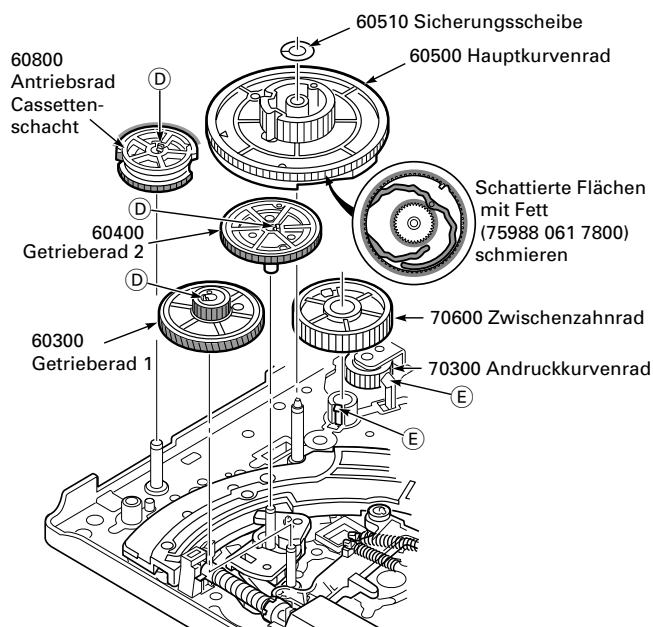
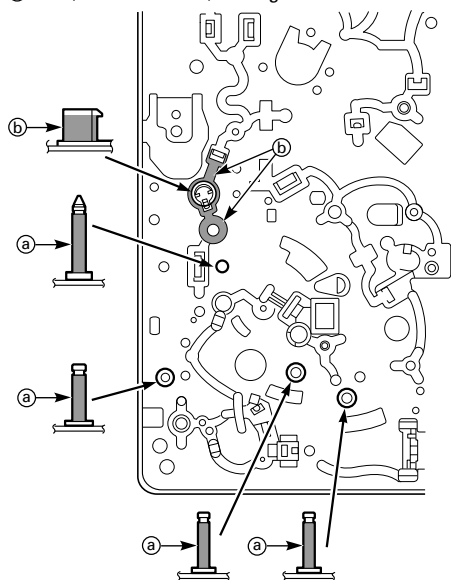

Fig. 8.11
Fig. 8.12
- Rasthaken **D** ausrasten und Cassettenschachtantriebsrad (60800), Getrieberad 2 (60400) und Getrieberad 1 (60300) abziehen (Fig. 8.11).
- Sicherungsscheibe (60510) abnehmen und Hauptkurvenrad (60500) abziehen (Fig. 8.11).
- Rasthaken **E** ausrasten und Zwischenzahnrad (70600) abziehen (Fig. 8.11).
Hinweis: Die Antriebsräder (60300, 60400, 60500, 60800, 70600 und 70300) und Schieber (60600 und 0600) müssen beim Einbau in die **Eject**-Position gebracht werden (Fig. 8.1, Fig. 8.2 und Fig. 8.11).
- Verwenden Sie zum Schmieren des Cassettenschacht- und Hauptschieberantriebs ausschließlich die vorgeschriebenen Schmiermittel **75988 061 7800** und **75988 061 7900** und beachten Sie die Schmierhinweise in den Fig. 8.11 und Fig. 8.12!